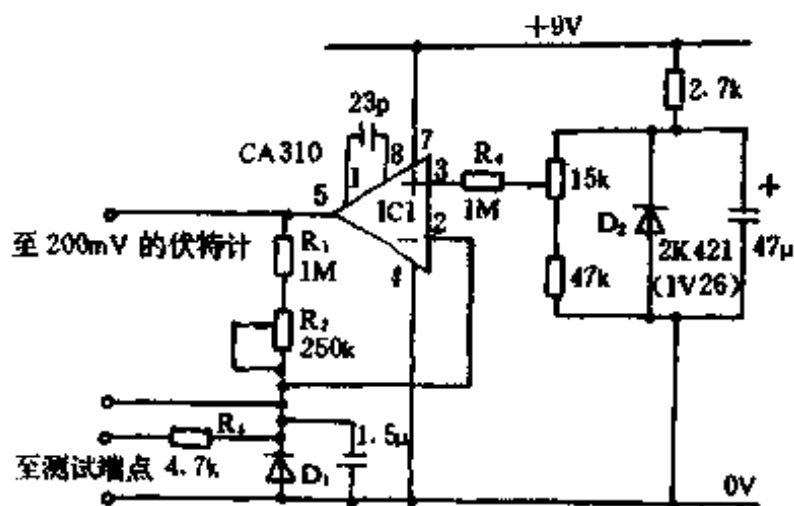

图 1-52
该计可测量高达  $10,000M\Omega$  的等值电阻。由运算放大器第⑥脚所提供的电流使其第②脚的电压保持在 1V。同时，此电流流过  $R_1$  和  $R_2$  而下降的电压被馈送到数字式伏特计。该计应调节到 200mV，输入阻抗要  $5M\Omega$  以上。  $D_2$  及其相关元件可提供稳定的 1V 基准电压，而  $R_3$  和  $D_1$  在各输入端出现高达 100V 电压的情况下仍可保护此线路。电路见图 1-52。